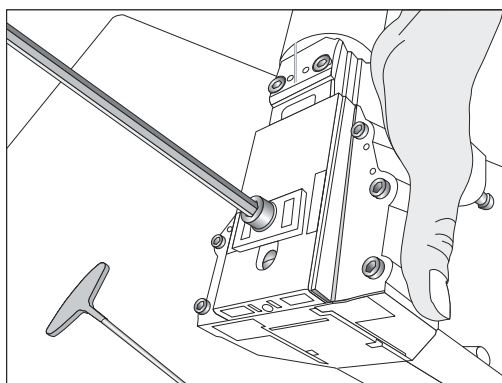

Figure 7
1. Desserrez la vis avant à l'aide d'une clé Allen 6 mm. (Voir Figure 7)